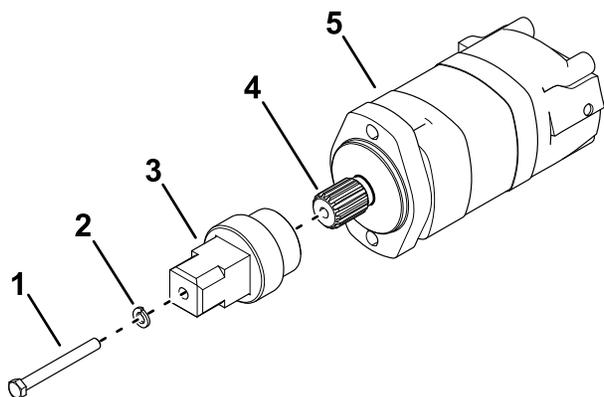

Рисунок 11
8. Удалите болт ( $\frac{3}{8}$  x  $3\frac{1}{2}$  дюйма) с шайбой, которые крепят переходник привода к гидромотору, и нанесите тонкий слой консистентной смазки на шлицы мотора (Рисунок 11).
9. Присоедините переходник привода с помощью болта ( $\frac{3}{8}$  x 3 $\frac{1}{2}$  дюйма) и шайбы (Рисунок 11).